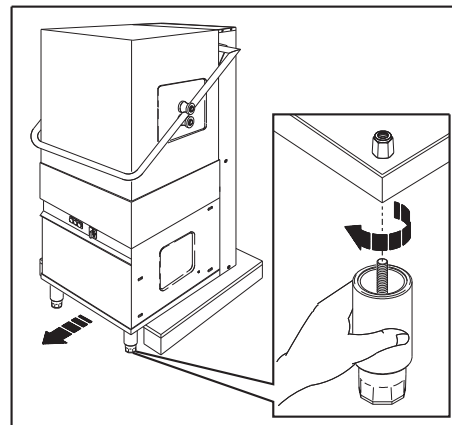

Fig. 4
3. Traslare la macchina sul bancale fino a liberare due dei quattro fori predisposti per l'inserimento dei piedini di supporto (fig. 4).
Prendere uno dei piedini in dotazione e avvitare la vite in una delle due sedi liberate (fig. 4).
Procedere con il montaggio del secondo piedino seguendo la medesima procedura (fig. 4).